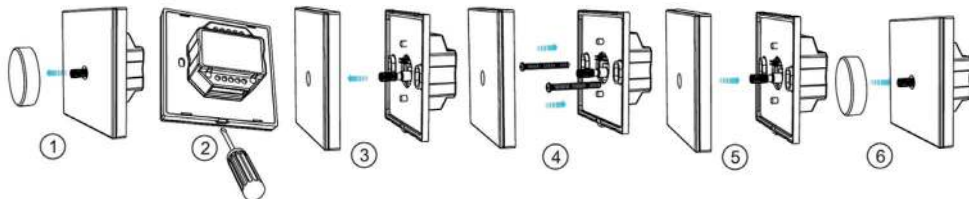

Рис. 2. Монтаж панели SMART
- 3.7. Закрепите панель в месте установки (см. рис. 2).